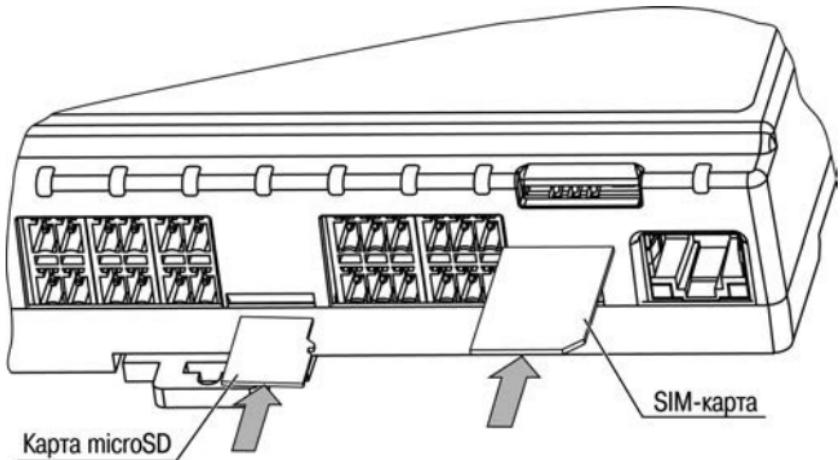

Рисунок 6.3 – Установка microSD и SIM-карты
6.2.6 Подключение microSD/microSDHC карты допускается, в том числе, и при включённом питании ПЛК. При этом необходимо программно предусмотреть приостановку работы с картой. Карта устанавливается контактами в сторону DIN-рейки (см. рисунок 6.3).
6.2.7 При использовании GSM/GPRS-модема необходима антенна, подсоединяемая к винтовому гнезду типа SMA. Антenna не входит в комплект поставки и приобретается отдельно. Установку/замену SIM-карты стоит производить при отключённом питании ПЛК323 и питания подключенных к нему устройств. SIM-карта устанавливается контактами в сторону DIN-рейки и скосенным уголком наружу (см. рисунок 6.3). Для извлечения SIM-карты рекомендуется воспользоваться пинцетом.